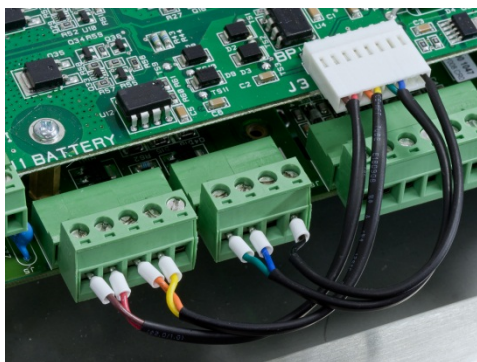

Figure 3-30 : Connexion de IND560x-PAB (J3) vers IND560x (J4/J5)
8. Des connexions supplémentaires doivent être ajoutées entre la borne J3 de l'IND560x-PAB et les bornes J4 et J5 de la carte principale de l'IND560x (Figure 3-30). Le Tableau 3-8 indique le code couleur du câblage de la connexion. Installez le connecteur inclus avec le kit IND560x-PAB conformément à ces codes de câblage.